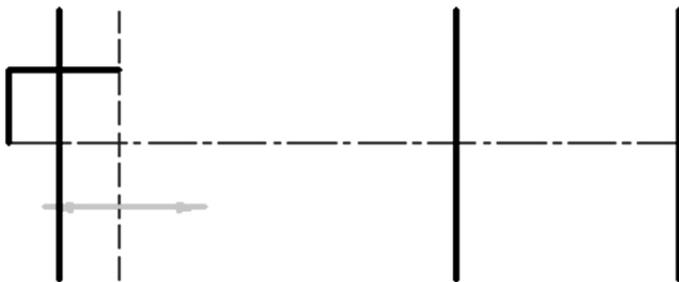

图 1-1-20
(1) 单击“绘制工具”工具栏中的“等距线”按钮。等距功能默认为指定距离方式。
(2) 距离栏中依次输入 45、75，作辅助线，画出圆心位置，如图 1-1-20 所示。